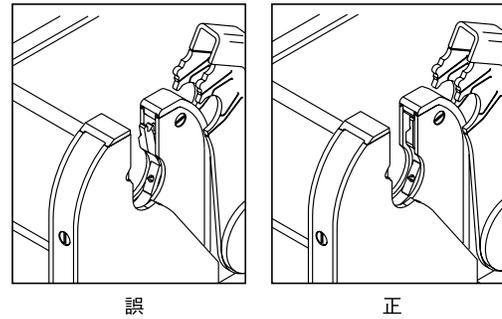

図10：ローターのホーム・ポジション
7. ローターが正しくホーム・ポジションに戻ることを確認します。図10をご参照ください。